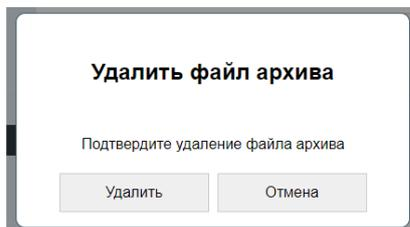

Рисунок 4.5 – Диалоговое окно подтверждения удаления файла архива
- кнопка «Удалить» для удаления файла архива (см. рисунок 4.5).